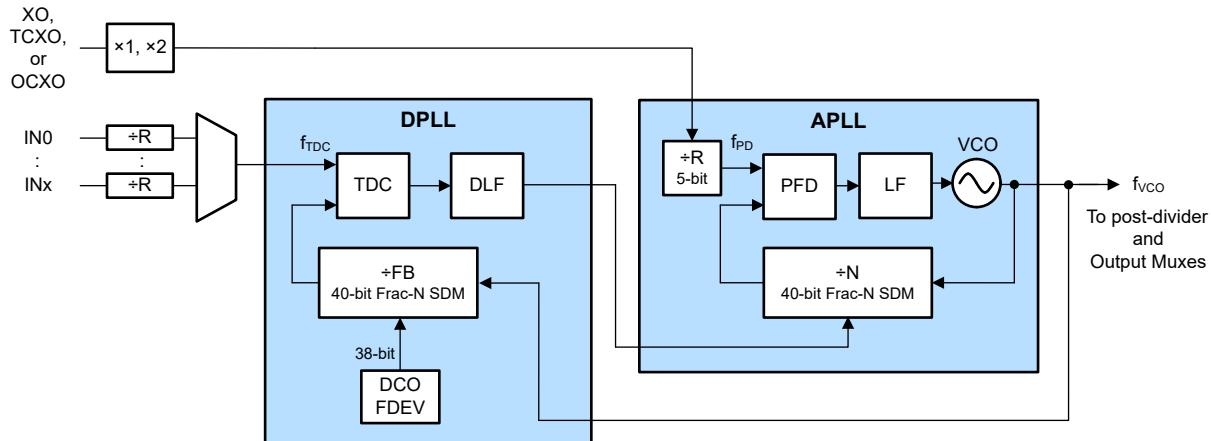

図 1-1. ネットワークシンクロナイザの一般的なブロック図
APLL は、入力に同期した出力クロックを生成するために使用されるクロッキング デバイスです。通常、APLL リファレンスは、水晶発振器 (XO)、温度制御発振器 (TCXO)、またはオーブン制御発振器 (OCXO) のいずれかによって供給されます。図 1-1 に、デジタルフェーズロックループ (DPLL) と APLL のペアで構成されるネットワークシンクロナイザのブロック図を示します。APLL 入力クロックは、フリーランまたは長期ホールドオーバー時の PLL 出力クロックの周波数精度と安定性を提供します。